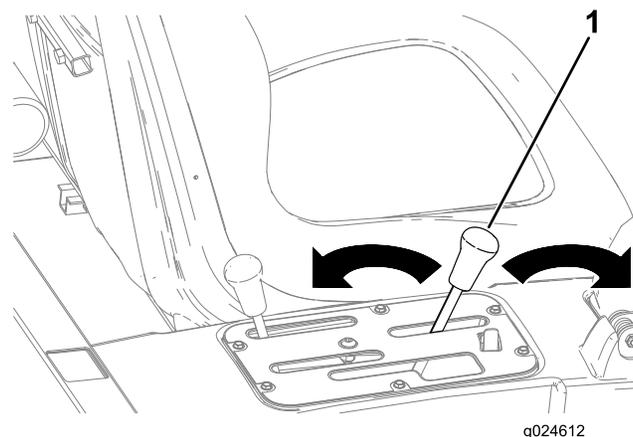

Figure 18
3. Ramenez le levier en arrière pour relever le plateau à la position voulue. (Figure 18).
4. Poussez le levier en avant pour abaisser le plateau (Figure 18).